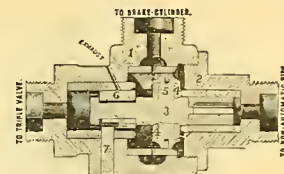

Fig. 313. Section.
29. Double-check Valve (see Fig. 313)
## NAMES OF PARTS ; Fig. 313.